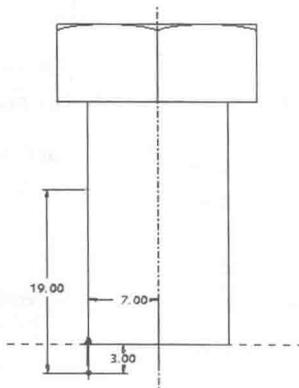

图 1-28
- (1) 单击菜单 Insert→Helical Sweep→Cut 命令，打开 ATTRIBUTES 菜单。
- (2) 选择 Constant、Thru Axis、Right Handed 命令，然后单击 Done 命令。
- (3) 选择 RIGHT 基准面为草绘平面，接受系统默认的视图方向和参考面。
- (4) 绘制旋转中心线和一条直线轨迹，如图 1-28 所示。